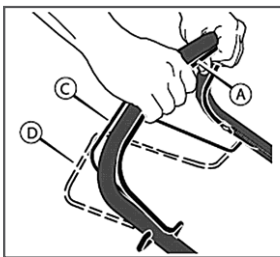

Рис. 10 Включение привода колес
1. Удерживайте рычаг остановки двигателя (А) в рабочем положении (Рис. 10). Запустите двигатель.